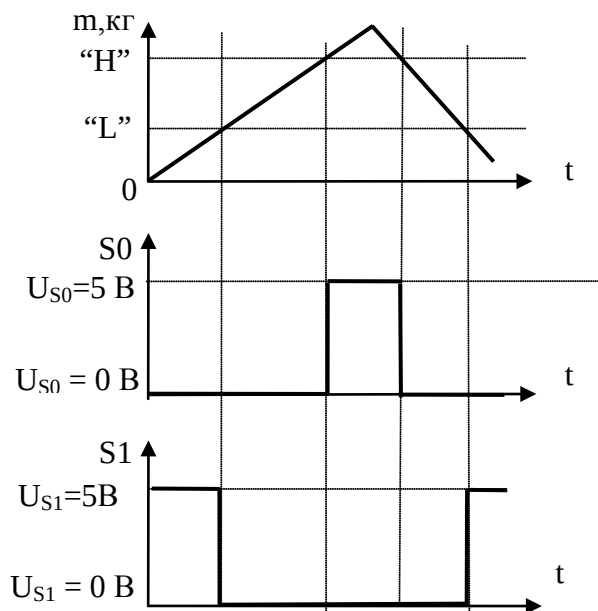
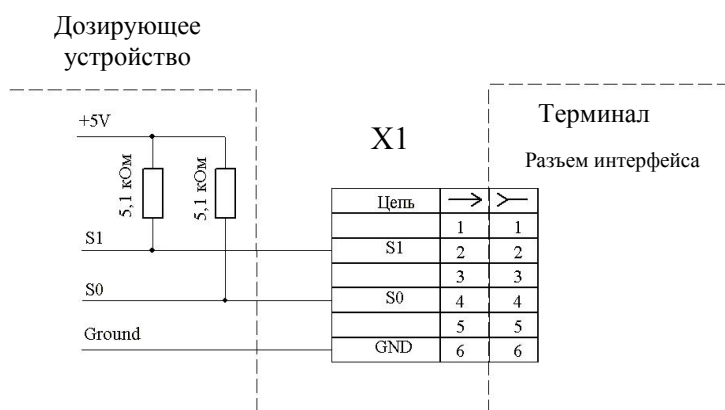

Рис. 8.3 - Зависимость сигналов управления от массы дозируемого товара
Рис. 8.4 - Схема подключения весам к устройству дозирования. (X1- вилка кабельная MDN-6M)
8.4.2 Сигналы, формируемые весами в режиме управления дозирующим устройством, приведены на Рис. 8.3. Подключение весов к устройству дозирования, производится через разъем интерфейса терминала. Электрическая схема подключения приведена на Рис. 8.4.